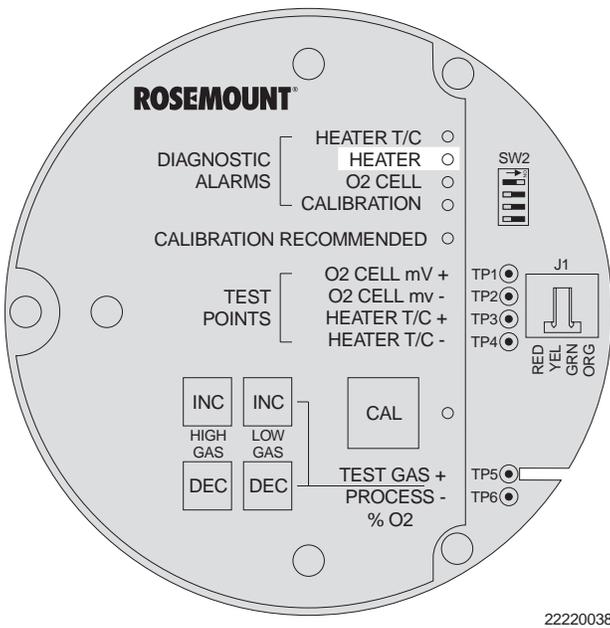

Figura 5-7. Fallo 7, Caso de Temperatura Alta
g. **Fallo 7. Caso de Temperatura Alta.** El LED DEL CALENTADOR parpadea tres veces, hace una pausa de tres segundos, y repite (Figura 5-7).